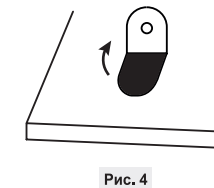

Рис. 4
6.2. Для подвесного монтажа следует использовать отгибающиеся установочные ушки на задней поверхности панели (Рис. 4). Присоединение питаия аналогично предыдущим пунктам.